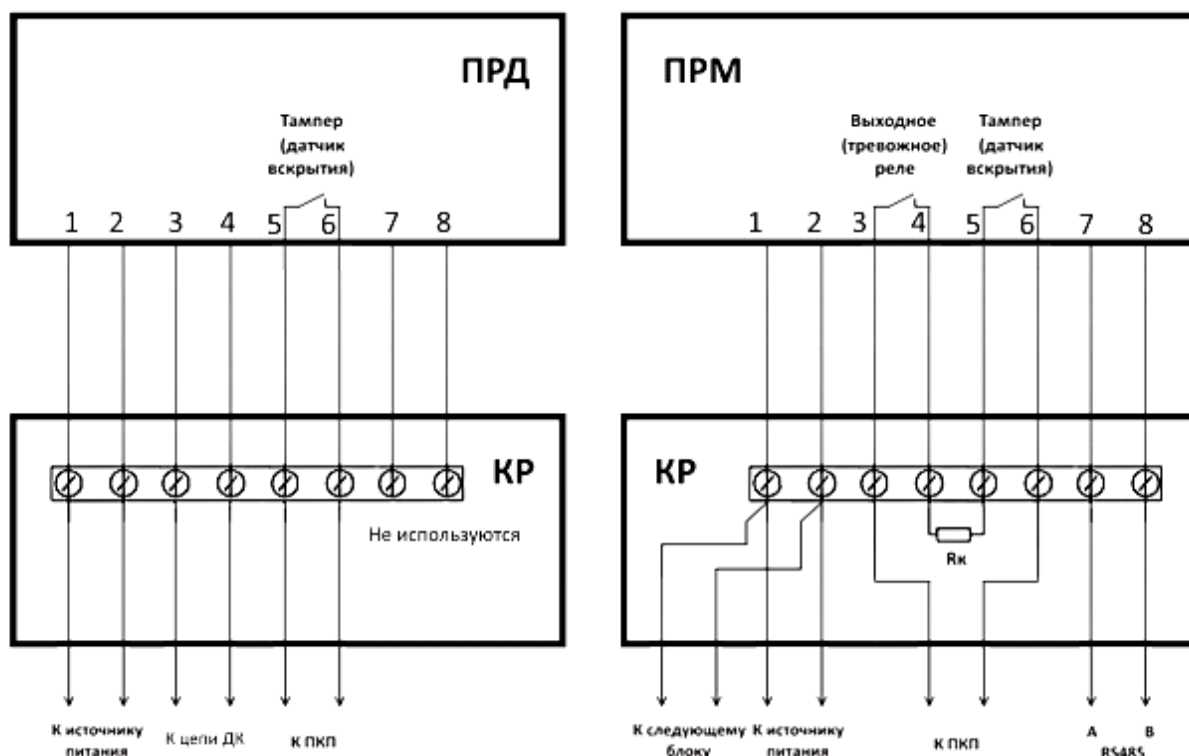

Рис. 6 Схема подключения блоков извещателя.
11.4.15. Электрический монтаж извещателя производить в соответствии с таблицами 1, 2 и Рис. 6.
11.4.19. Номинал контрольного сопротивления R_k (Рис.6) определяется РЭ на приемно-контрольный прибор (ПКП).